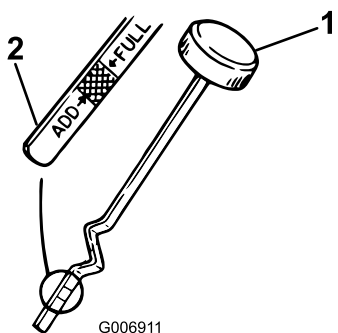

Figura 20
7. Svitare l'asta di livello dell'olio e pulire l'estremità metallica (Figura 20).